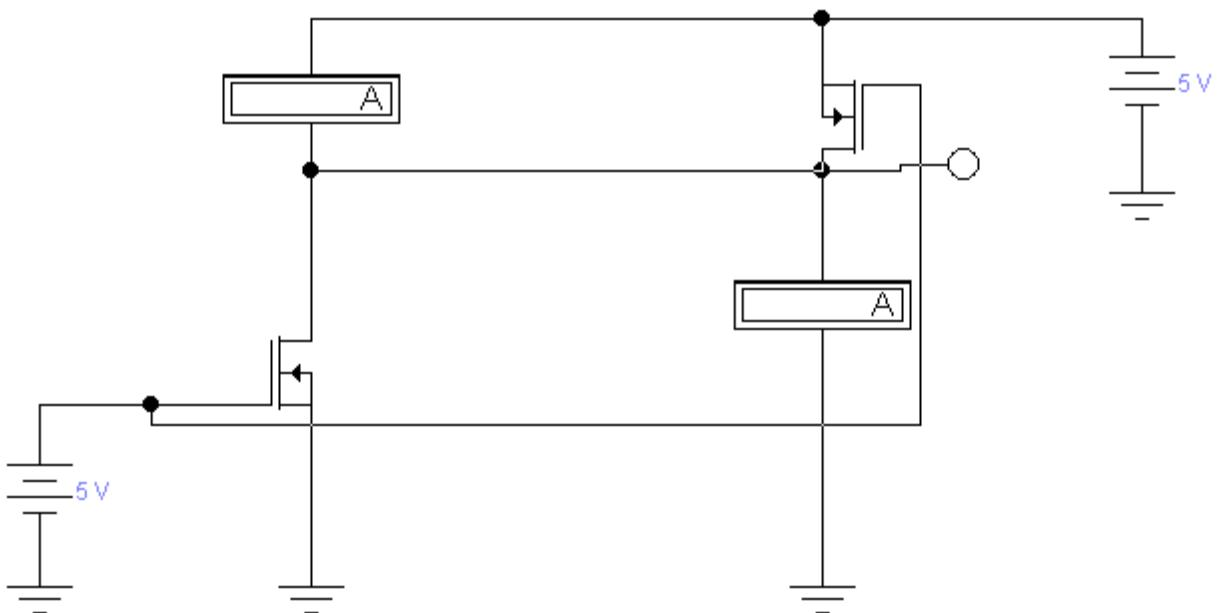

Рисунок 4.59 – Схемне рішення логічного елементу III
2. Спроектувати схемне рішення логічного елементу III (рис. 4.59) [16]